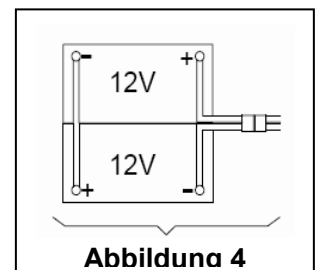

Abbildung 4
Dieses Gerät benötigt zwei (2) 12-V-Batterien. Verbinden Sie sie, wie es in **Abbildung 4** auf der rechten Seite dargestellt ist.